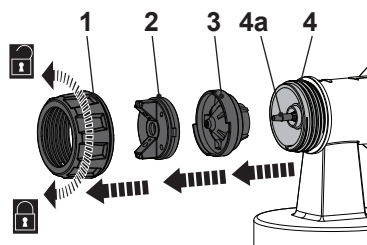
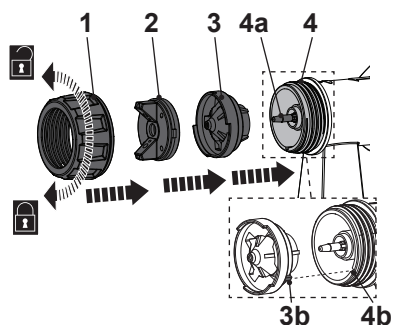

Fig. 3
Fig. 4
- > Solte a porca de união (1) e retire-a juntamente com a tampa de ar (2) e o bocal de pulverização (3) da cabeça de pulverização (4) (Fig. 3).
- > Alinhe o espigão (3b) com a ranhura (4b) e prenda cuidadosamente o bico de pulverização (3) na cabeça de pulverização (4). Certifique-se de que a agulha do bico (4a) não é danificada.
- > Coloque a tampa de ar (2) e a porca de união (1) sobre a cabeça de pulverização (4). Aperte a porca de capa (1) para fixar a ligação (Fig. 4).